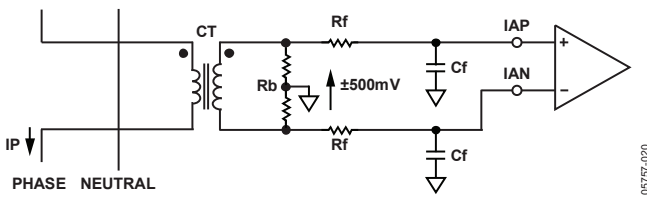

図 16. 電流チャンネルの代表的な接続
図 16 は、電流チャンネル (IAN) の代表的な接続図を示します。この例では、電流トランスデューサとして変流器 (CT) を選択します。電流チャンネルの同相電圧は AGND であり、この電圧は負荷抵抗を AGND にセンター・タップする方法で生成しています。これにより、IAP および IAN に相補アナログ入力信号が供給されます。最大負荷時に ±500 mV のピーク差動電圧が得られるよう、CT 巻数比と負荷抵抗 Rb の値を選択します。